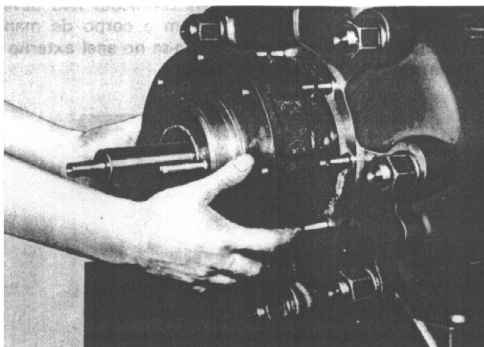

Fig. 8
- Extraer la Caja de la Empaquetadura conjuntamente con los Anillos de la Empaquetadura, que estarán adentro de la misma. (Ver fig. 8)